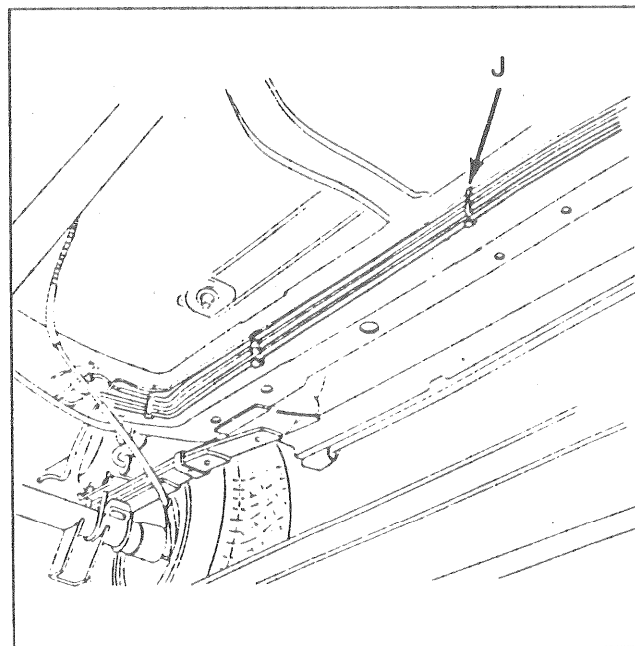

Fig 6
- Déposer la pompe à essence et son support (sans débrancher les canalisations), le ressort de maintien du câble de frein à main gauche, le support de tuyau d'alimentation d'essence sur le longeron avant gauche. Faire cheminer le tube de réaspiration (Réf. 89 53 002 651) le long du châssis gauche du véhicule et le fixer avec les brides existantes J (Fig 6).